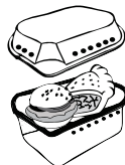

Fig. 11
• Para conservar el sabor de los alimentos y líquidos recuerde cubrirlos bien antes de guardarlos en el equipo. Ver Fig. 11